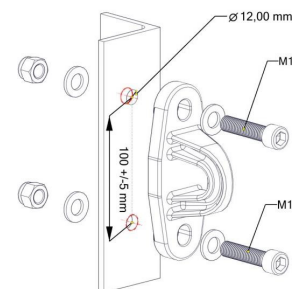
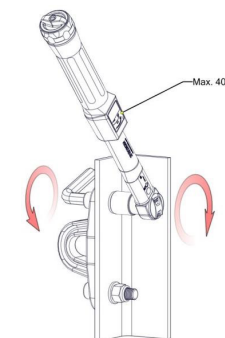

Figura 3. Instalação de fixadores de parafusos com ponto
Figura 4. Método de aparafusar um ponto de ancoragem em uma estrutura de aço usando uma chave de torque
* Para parafusos de aço inoxidável (A2) e aço resistente a ácidos (A4) – classe de resistência não inferior a 70. (Figura 3) Os parafusos devem ser apertados com uma chave de torque aplicando um torque não superior a 40 Nm. O aumento do torque pode danificar a estrutura de alumínio do ponto de ancoragem PAF 150 ou quebrá-lo em caso de desnível da superfície de contato (Figura 4).